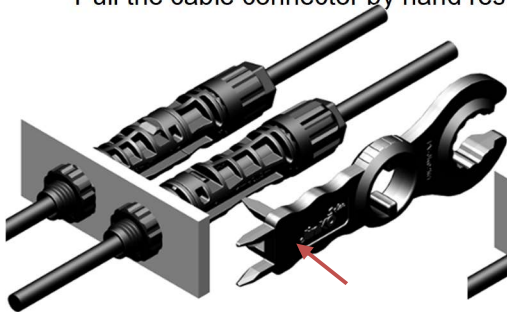

Figure 23
- ✧ 使用组装工具(类似 JKT-07) 带有插销的一端插入连接器的卡扣位置 (如图 23)。
Insert the forks into the buckle of the connector by the assembly tool such as tool JKT-07 (Fig. 23).